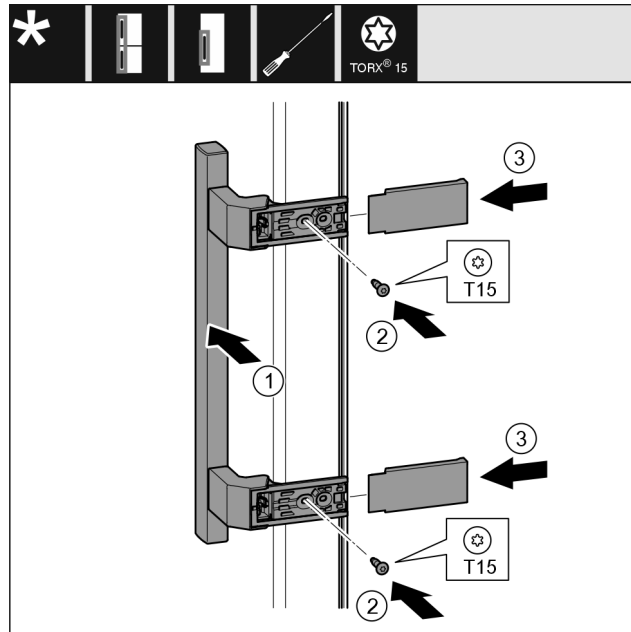

Fig. 26
- ▶ Helyezze fel a fogantyút Fig. 26 (1) a másik oldalra.
- ▶ Húzza meg a csavarokat Fig. 26 (2) csavarhúzóval.
- ▶ Helyezze fel a fedelet Fig. 26 (3) oldalra, és tolja fel őket.